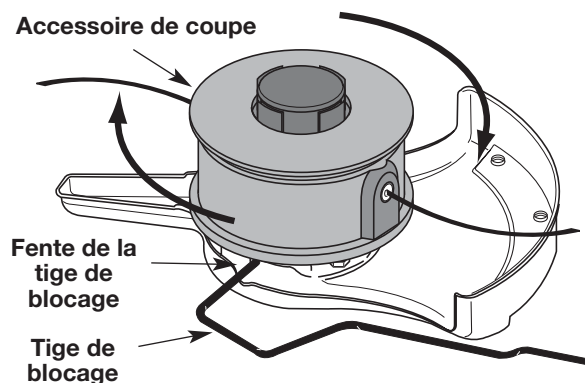

Fig. 9
3. Tout en tenant la tige de blocage, retirez l'accessoire de coupe de l'arbre de sortie en le tournant à droite (Fig. 9). Rangez l'accessoire de coupe pour un usage ultérieur.